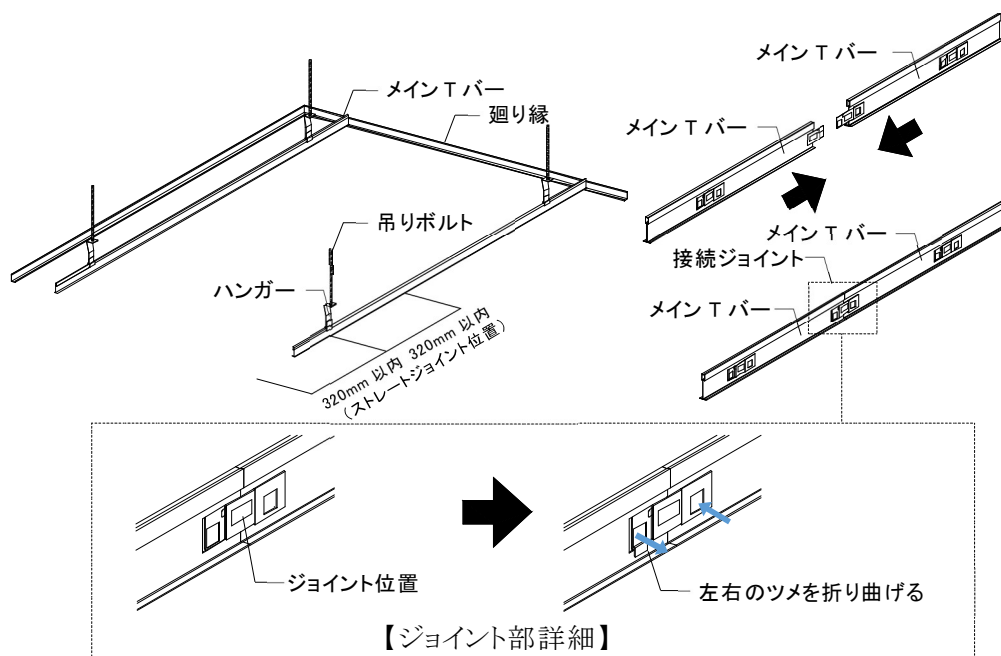

図2-4-2 Tバーの取付け②(メインTバー設置)
- ②メインTバーのストレートジョイントは、ハンガー 芯から 320 mm以内に設置し、ストレートジョイント設置時は以下の点に留意すること。(図 2-4-2 参照)